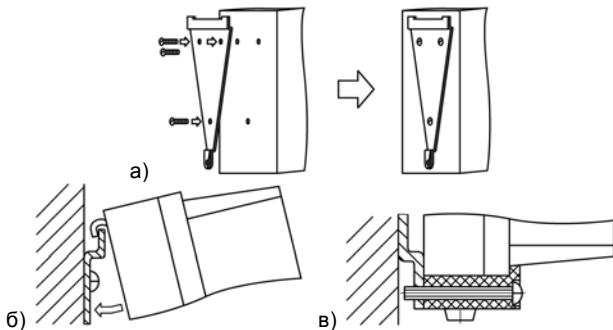

Рисунок 5.1 Монтаж прибора настенного исполнения
- 1) Закрепить кронштейн тремя винтами М4 на поверхности, предназначенной для установки прибора (см. Приложение А и рисунок 5.1, а).
- 2) Зацепить крепежный уголок на задней стенке прибора за верхнюю кромку кронштейна (рисунок 5.1, б).
- 3) Прикрепить прибор к кронштейну винтом М4 x 35 из комплекта поставки (рисунок 5.1, в).